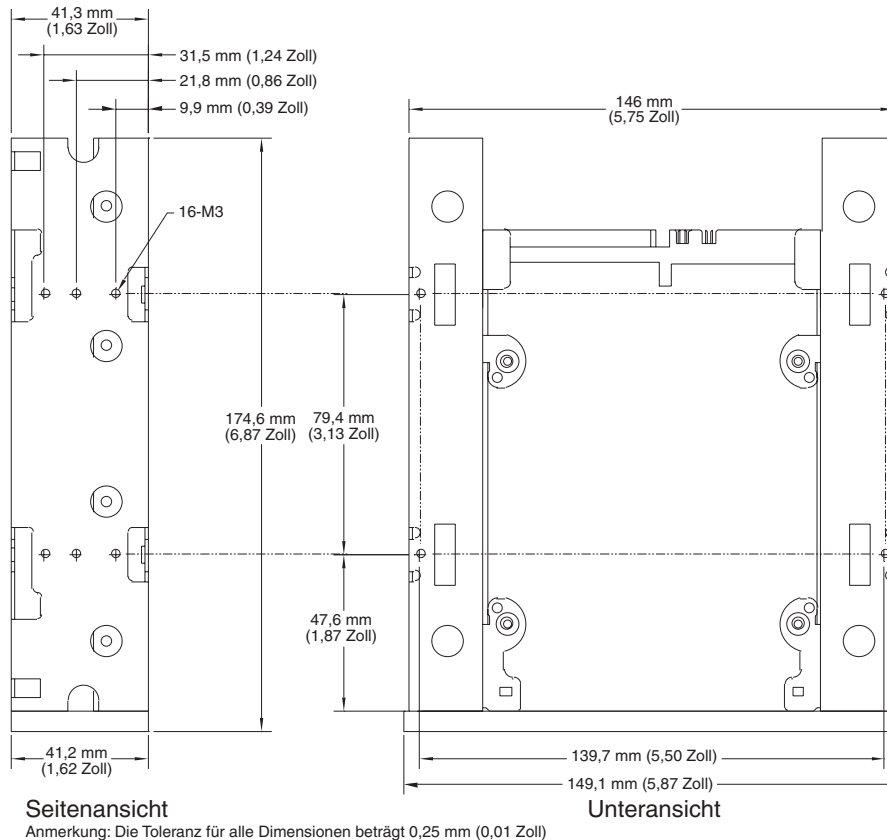

ABBILDUNG 7. Einbauöffnungen des internen Bandlaufwerkes in einer 5,25-Zoll-Installation
4. Sichern Sie das Laufwerk im Einbauschaft mit vier Schrauben auf der Unterseite und sechs Schrauben an der Seite des Laufwerkes (siehe Abbildung 7 auf Seite 31).